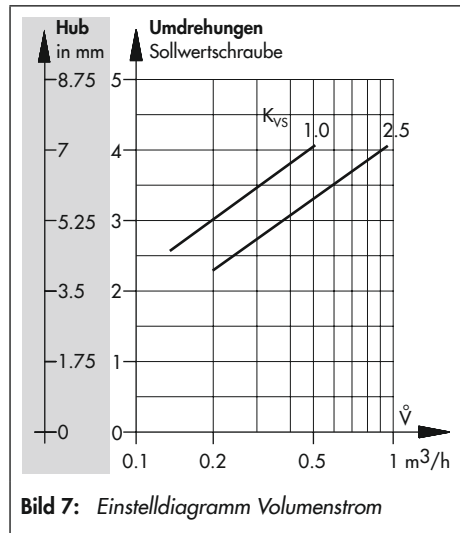

Bild 7: Einstelldiagramm Volumenstrom
1. Um die Blende (11) vollkommen zu schließen, den elektrischen Antrieb spannungsfrei machen (16).
2. Handsteller (19) bis zum Anschlag im Uhrzeigersinn (↻) drehen, um die Blende zu schließen.
3. Sollwertschraube (13) mit einem geeigneten Werkzeug (Innensechskantschlüssel SW 4) bis zum Anschlag im Uhrzeigersinn (↻) drehen.
4. Aus Bild 7 die notwendigen Umdrehungen für die Einstellung des gewünschten Volumenstroms ermitteln.
5. Sollwertschraube (13) mit einem geeigneten Werkzeug (Innensechskantschlüssel SW 4) um die gewünschte Anzahl Umdrehungen drehen. Drehen gegen den Uhrzeigersinn (↺) öffnet die Blende. Der Volumenstrom steigt.
7. Den elektrischen Antrieb (16) wieder an das Stromnetz anschließen.